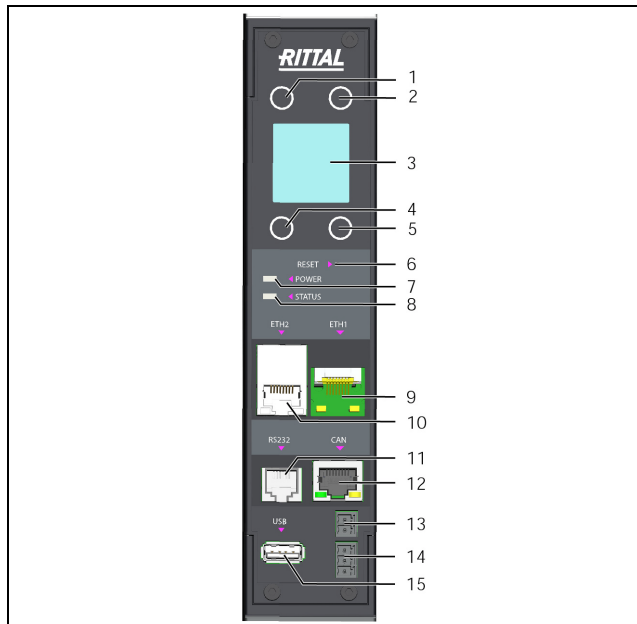

Imagen 21: Elementos de mando e indicación, así como conexiones PDU metered/metered plus/switched/managed/RCM
Los elementos de mando e indicación se muestran en la imagen 21. La orientación del display, así como la asignación de los cuatro botones del lateral del display, dependen de la dirección de montaje de la PDU. Los botones se asignan en función de la posición de la PDU/del RCM. La asignación cambia automáticamente en caso de rotación de la PDU/del RCM. En la leyenda de la imagen 21 muestra la asignación de los botones según la imagen. La asignación actual de los botones se muestra en el display.
En el frontal de la PDU se encuentra integrado un multi-led para la indicación del estado (imagen 21, pos. 8). En la conexión CAN-Bus (imagen 21, pos. 12), así como en la interfaz Ethernet (imagen 21, pos. 9 y pos. 10) se encuentran más leds.
Las distintas opciones del menú se seleccionan mediante el botón «Bajar» (imagen 21, pos. 5) o «Subir» (imagen 21, pos. 2). Para desplazarse de un nivel de menú a otro pulse el botón «Esc» (imagen 21, pos. 1) o el botón «Return» (imagen 21, pos. 4).